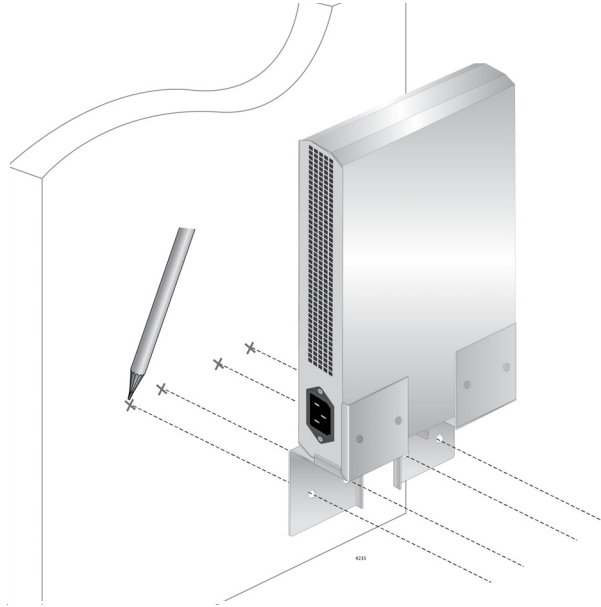

Рисунок 47. Разметка отверстий
3. Попросите кого-нибудь поддержать коммутатор с кронштейнами у стены, на которую его предполагается закрепить. При помощи ручки или карандаша отметьте на стене местоположение четырех отверстий в кронштейнах. См. пример на рис. 47.